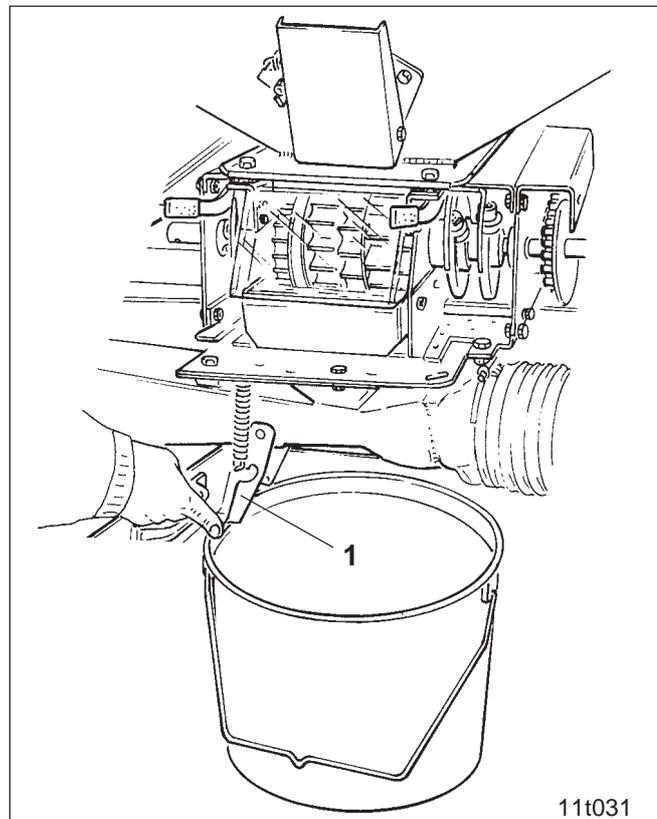

Fig. 17.2
- Unter jede Dosiereinheit einen Auffangeimer stellen und an jeder Dosiereinheit die Injektorschleusenklappe öffnen (Fig. 17.2/1).
- Injektorschleusenklappe (Fig. 17.2/1) schließen.